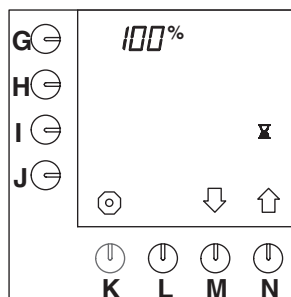

Abb. 46 Pausenzeit 100%
- Drücken Sie auf die Wahl taste (N.) $\uparrow$, bis Abb.46 im Display erscheint.